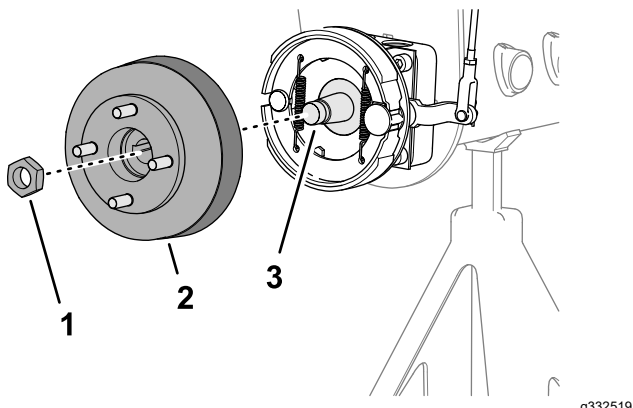
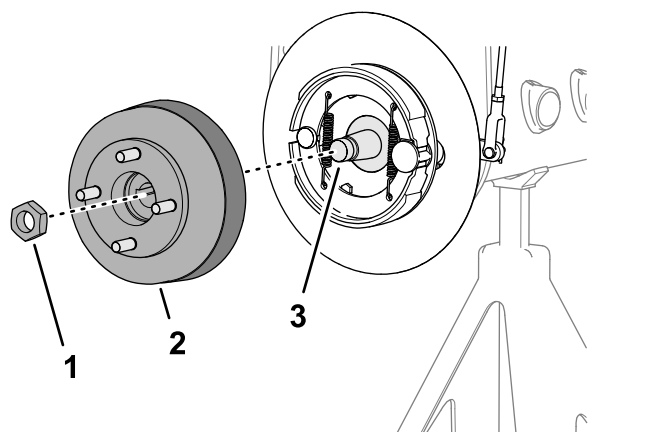

图 63
图 64
1. 卸下将轮毂固定到车轮马达轴上的锁紧螺母图 63或图 64。
4. 使用指定的轮毂拉拔器从车轮马达轴上卸下轮毂和制动鼓图 63或图 64。